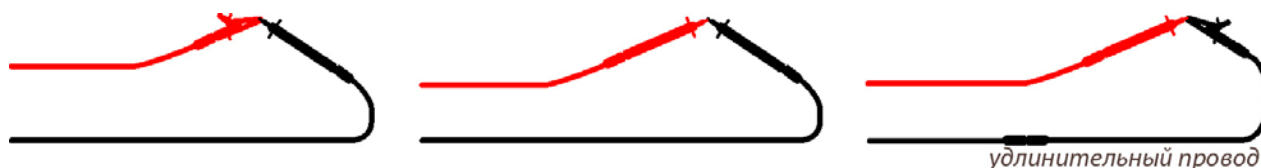

Рисунок 5.9: Закороченные измерительные провода
- **Подсоедините** измерительный кабель к верхней части прибора и замкните накоротко измерительные провода (см. *рисунок 5.9*).